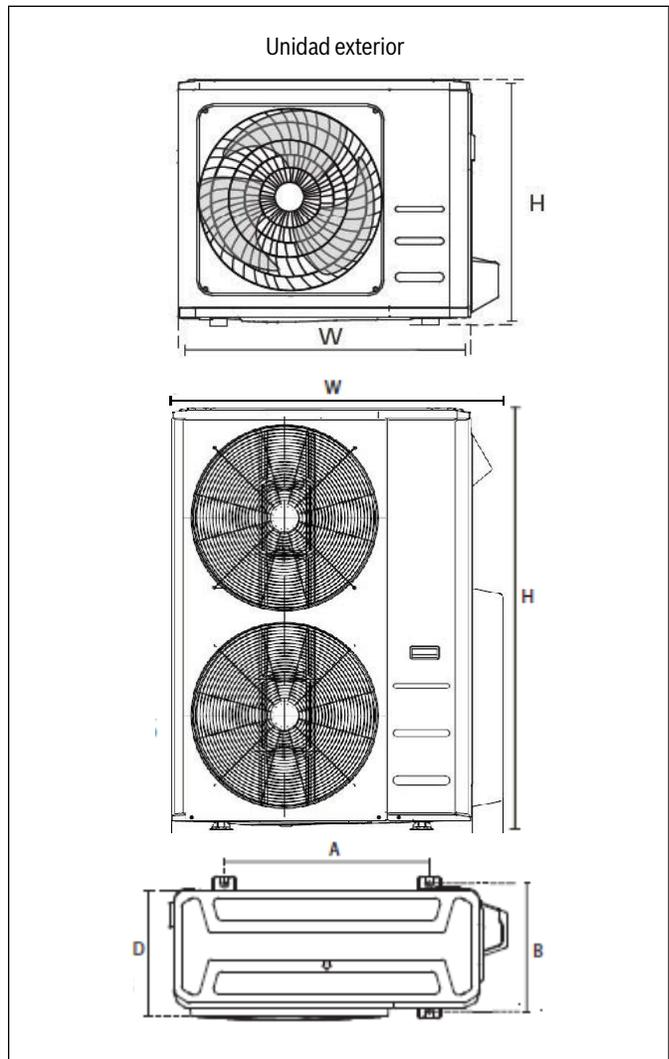

Figura 24
3. Asegúrese de que la tubería esté cortada en un ángulo perfecto de 90°. Consulte la figura 24 para ver ejemplos de cortes.